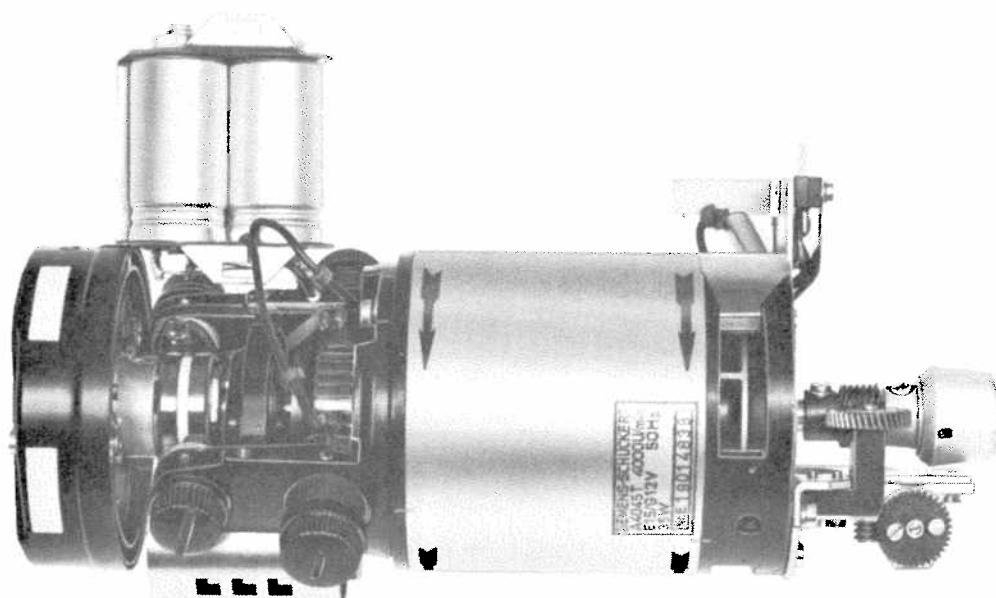

Bild 2
3.1.1.12 Lossa montagebygeln för kondensatorerna C11 och C12, bild 2. Lyft upp ena änden av kondensatorerna och tvätta kommutatorer och släpringar med sprit 35. Använd putsduk M6400-106010. Återställ.